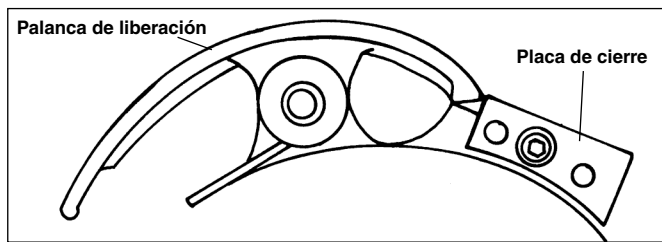

Figura 5 – Colocación de la placa de cierre
1. Instale la placa de cierre suministrada con el cortador 766 sobre el cabezal de terrajas 714 o 914. Esta placa de cierre tiene tres agujeros. Haga la instalación de manera que el perno atraviese el agujero del medio en la placa de cierre (vea la Figura 5).
3. Prepare el cabezal de terrajas. La palanca de liberación debe estar en la posición que se muestra en la Figura 5. Esto retrae las terrajas para que no dañen el revestimiento de plástico cuando se acerque el cabezal de terrajas al tubo.